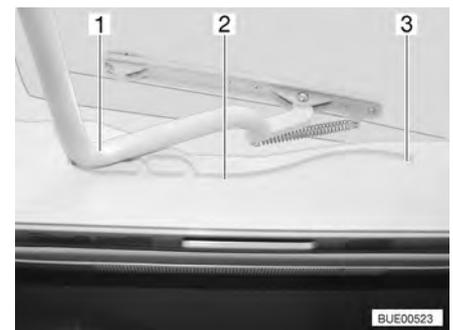

Fig. 61 Claraboya Heki, guía
- Tirar la horquilla (Fig. 61,1) en las guías (Fig. 61,2) hasta la posición trasera final (Fig. 61,3).
- Empujar el estribo (Fig. 61,1) ligeramente hacia arriba con ambas manos.
- Tirar el estribo en las guías (Fig. 61,2) hasta la posición deseada.